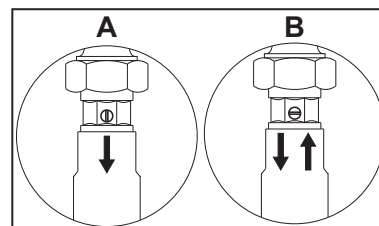
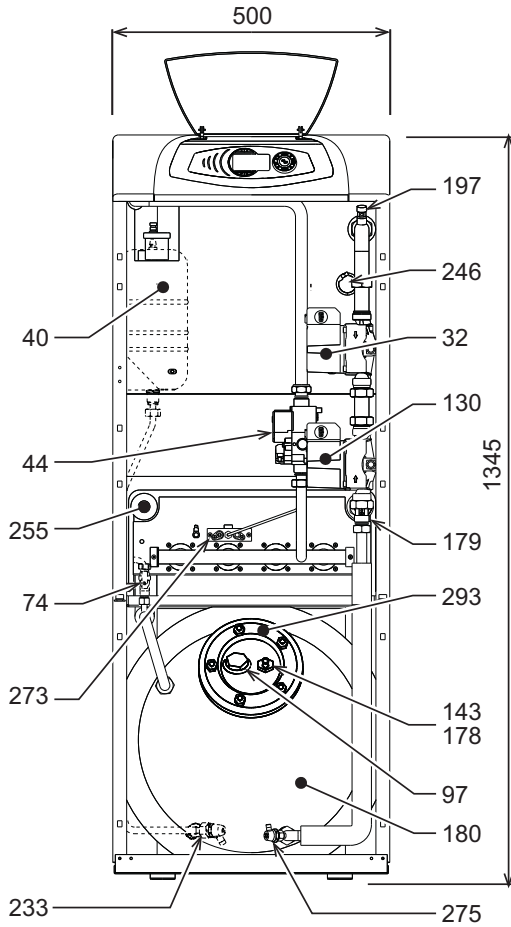

рис. 21
рис. 24 - Размеры и основные элементы котла
- Для опорожнения бойлера используйте сливной кран 233 из рис. 24, предварительно закрыв зарядные клапаны водопроводной сети; для выпуска используйте точку отбора горячей воды (умывальник, душ и пр.).
- Для полного опорожнения системы отопления используется кран 275 рис. 24, предварительно сняв блокировку затворов обратных клапанов поз. 179 на рис. 24 (см. также рис. 21). Для удаления воздуха из системы откройте вентили радиаторов. Если котел соединен с системой отопления через заслонки, убедитесь, что данные заслонки находятся в полностью открытом положении. Если котел установлен выше радиаторов, то опорожнение последних должно производиться отдельно.
- Для слива воды только из котла закройте отсечные клапаны и полностью откройте кран (255 - рис. 24). После этого разблокируйте затворы обратных клапанов (179 - рис. 24). В последнюю очередь откройте кран 197 из рис. 24).
Перед заливкой системы водой закройте сливной кран, воздуховыпускные вентили радиаторов и блокируйте затворы обратных клапанов 179 из рис. 24.